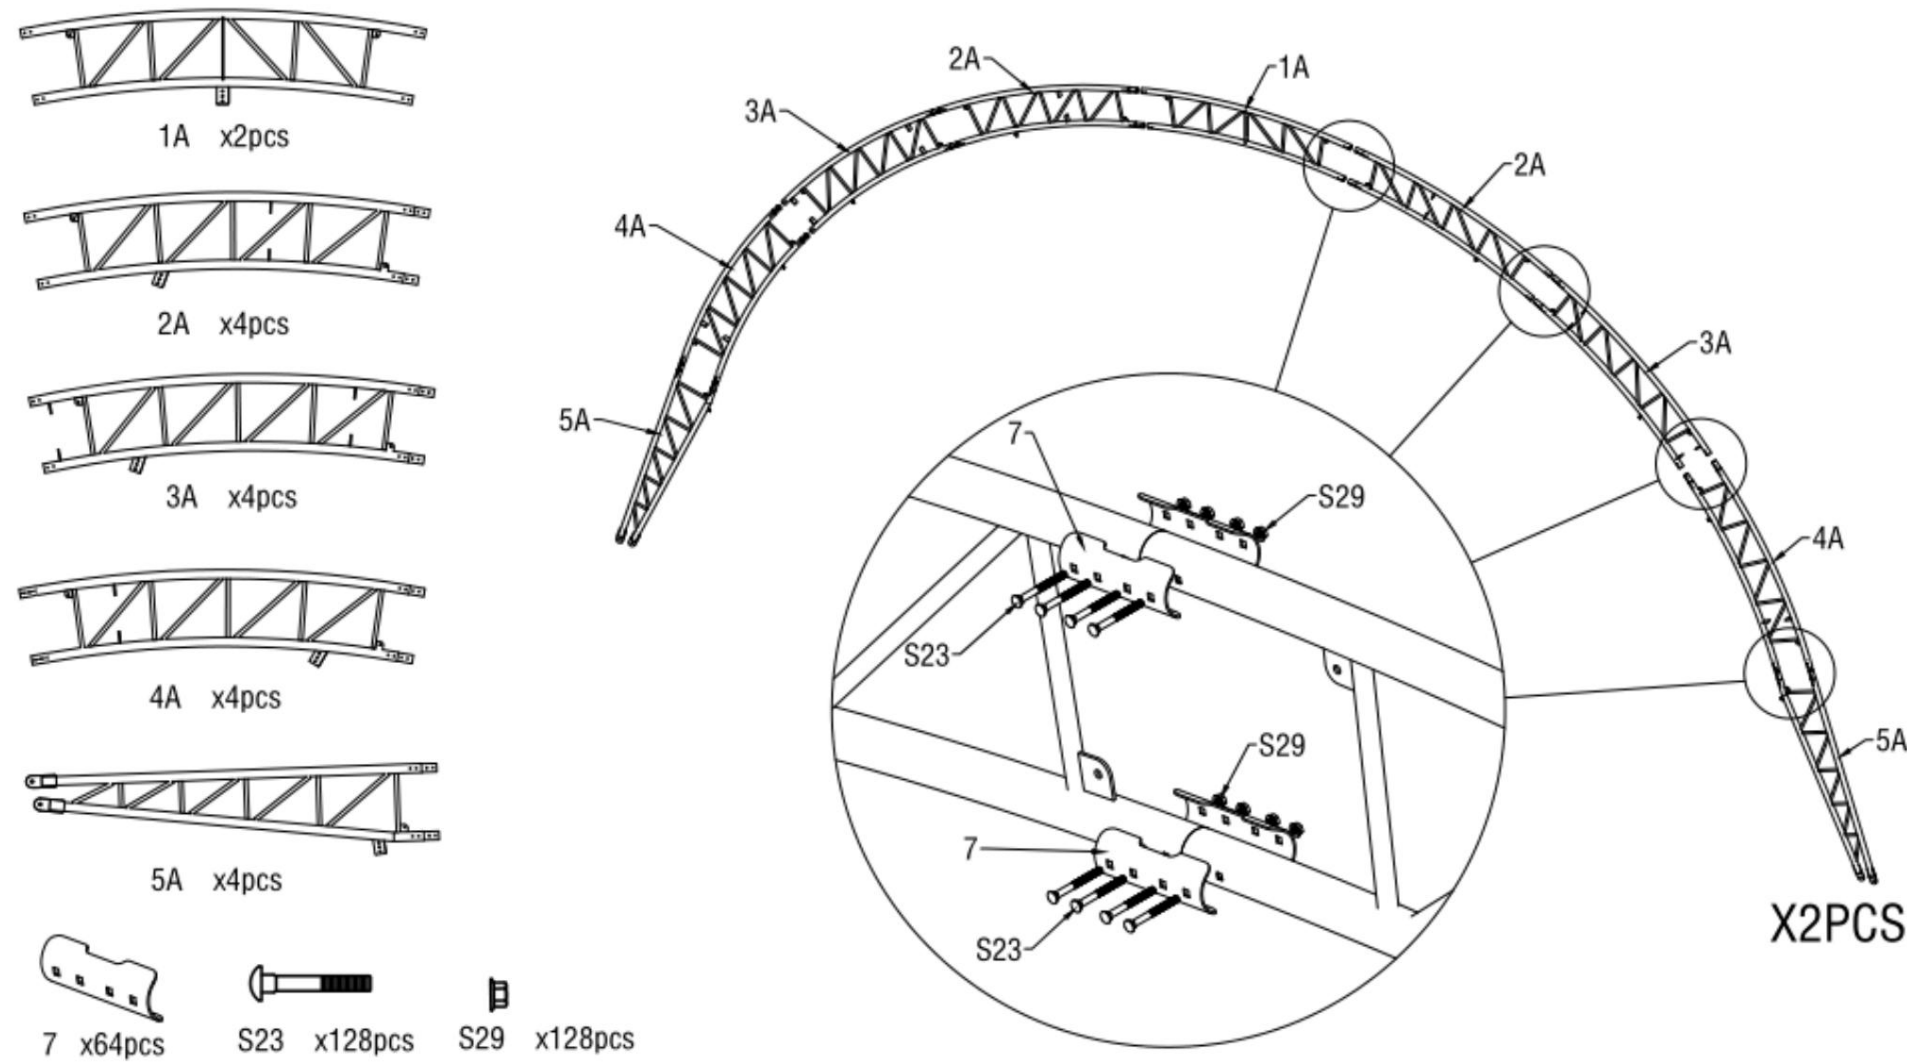

Figure 3
1. Comme indiqué sur la figure 3, on trouve un tube supérieur de toit dans la porte avant et arrière (n° 1A), deux tubes incurvés supérieurs de toit dans la porte avant et arrière (n° 2A), Deux tubes cintrés centraux pour le toit, situés aux portes avant et arrière (n° 3A), deux tubes cintrés inférieurs latéraux, situés aux portes avant et arrière (4A), deux tubes cintrés inférieurs, situés aux portes avant et arrière (5A). Assemblez ensuite le premier et le dernier groupe d'arches à l'aide de vis M8x80 (n° S23). Ne fixez pas la vis sur la partie supérieure de la ferme, à l'endroit où reposera la toile.